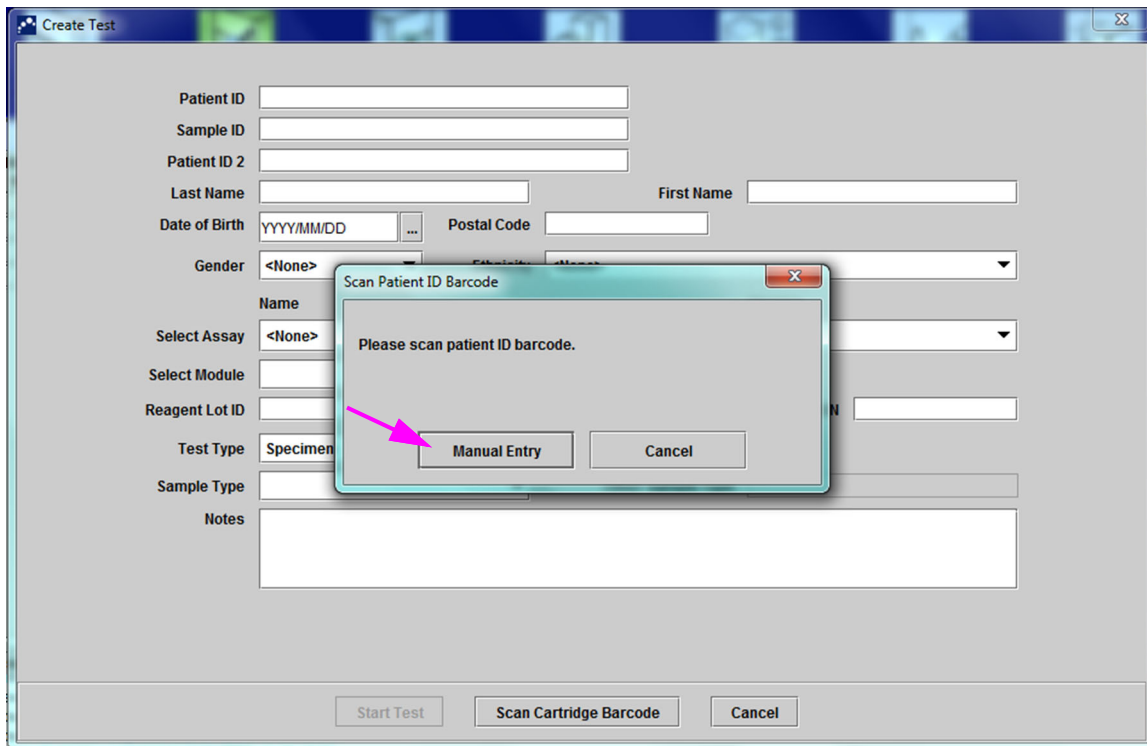

Figura 5-19. Fereastra Creare test și caseta de dialog Scanare cod de bare cu ID pacient
1. În fereastra sistemului GeneXpert Dx, faceți clic pe **Creare test (Create Test)** pe bara de meniu. Apare caseta de dialog **Scanare cod de bare ID pacient (Scan Patient ID Barcode)**. Consultați Figura 5-19.